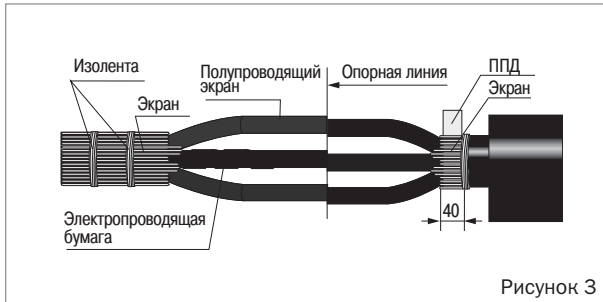

Рисунок 3
- Размотать электропроводящую бумагу с жил кабеля до места отгиба проволок экрана и обрезать её, не повреждая полупроводящего экрана (рисунок 3). Обрезать жилы обоих концов соединяемого кабеля по опорной линии.